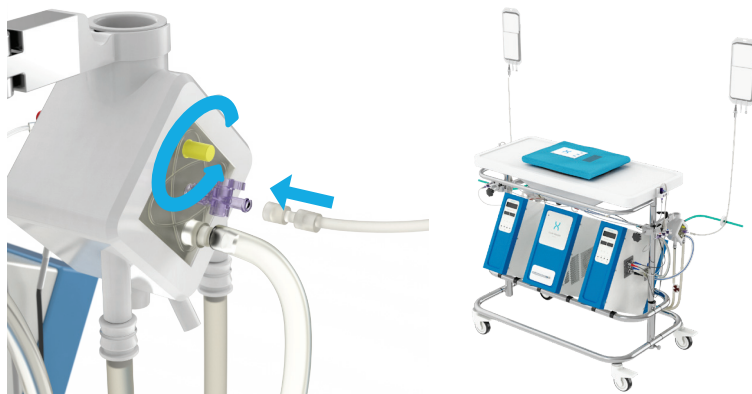

Figura 20 Remoção da tampa amarela e conexão da linha de enchimento
- Remova a tampa amarela de purga de ar em ambos os oxigenadores, Figura 20. Não descarte as tampas amarelas.